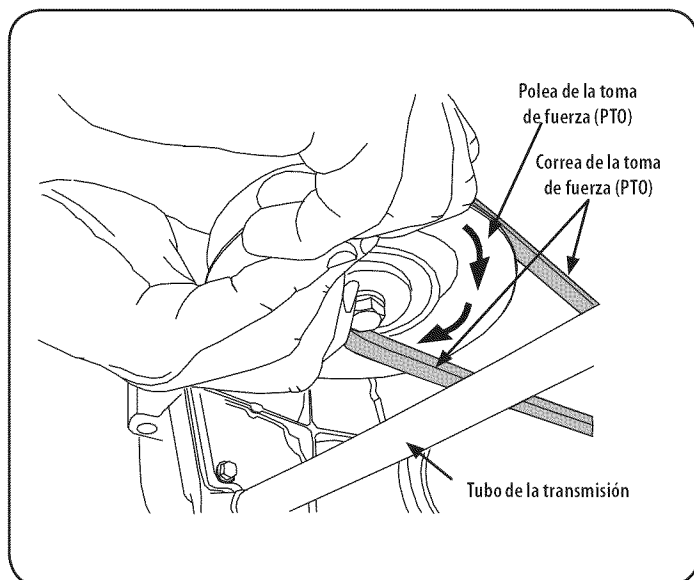

Figura 33
- c. Desde la parte media del tractor, haga girar el soporte de polea loca y la polea móvil hacia atrás, la polea de distancia de la parte trasera de la cinta "V" lo suficiente como para levantar la cinta hacia arriba y sobre la polea loca. Ver Figura 33.
- d. Mientras sostiene la correa hacia abajo, siga girando la polea del PTO hasta que la correa se deslice fuera de la polea. Consulte la Figura 33.
11. Tire del lado derecho de la correa hacia atrás y colocar el lado estrecho V de la correa en la polea del PTO. Ver Figura 33.
12. Mientras sostiene la correa y la polea juntas, rote la polea hacia la izquierda (Ver Figura 33). Continúe oprimiendo y girando la polea y la correa hasta que la correa esté totalmente enrollada en la polea del PTO.